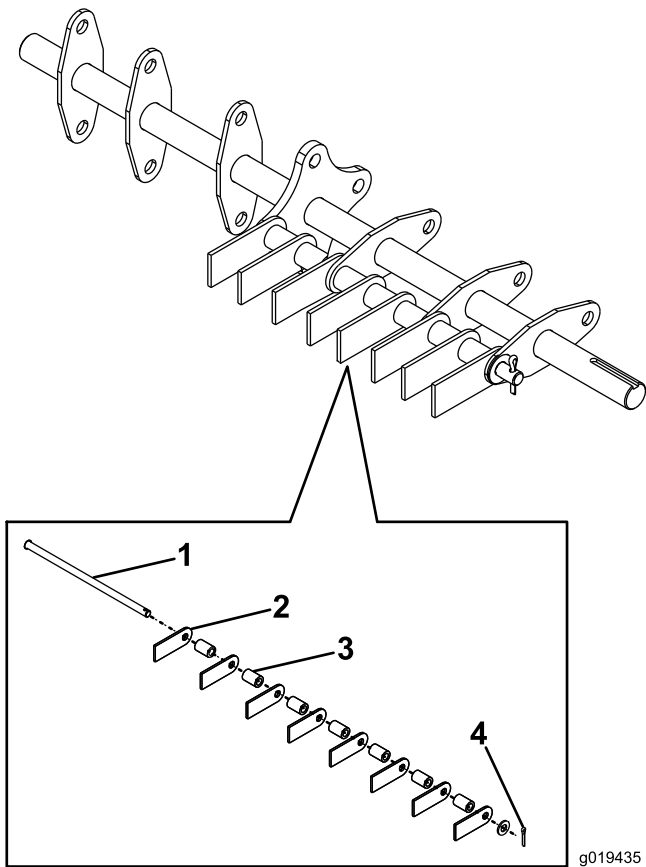

Bild 20
5. Nehmen Sie den Splint von der Stange mit dem abgenutzten Schlegel (**Bild 20**).
6. Ziehen Sie die Stange vorsichtig heraus, um die Schlegel und Distanzstücke zu lösen (**Bild 20**).